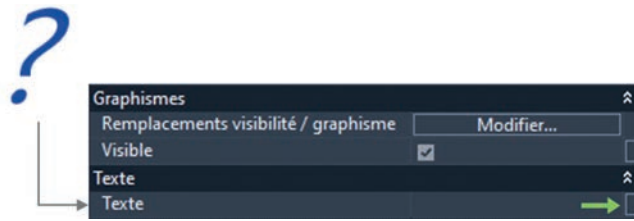

Fig. 9.26
- Sauvegardez la famille, elle peut alors être chargée en tant que famille imbriquée dans une autre famille. Il faut ensuite placer une occurrence de cette famille et la sélectionner pour atteindre ses propriétés (du type ou d'occurrence en fonction de la façon dont vous avez créé le paramètre précédemment). Après placement, la famille affiche un point d'interrogation (fig. 9.26).
Notez que la propriété peut être associée à un paramètre de la famille principale (petit bouton repéré par une flèche verte dans la figure 9.26) et ainsi rendre la valeur du libellé modifiable par l'utilisateur final.